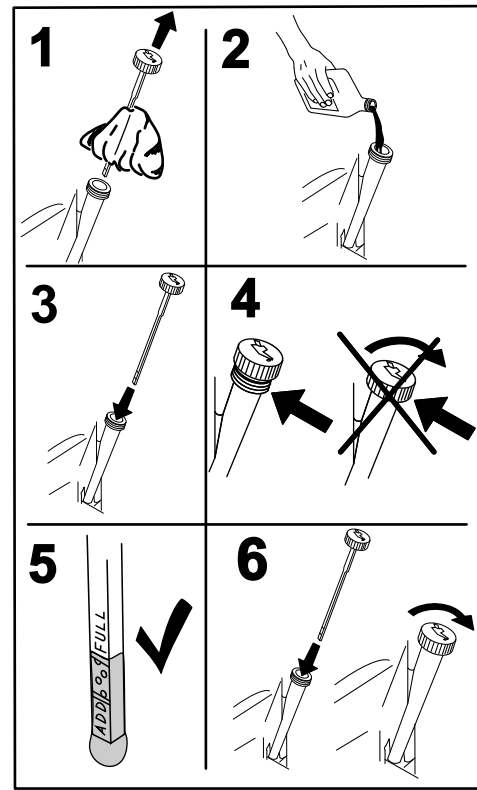

図 40
- ディップスティックを抜きウェスで一度きれいに拭く (図 40)。